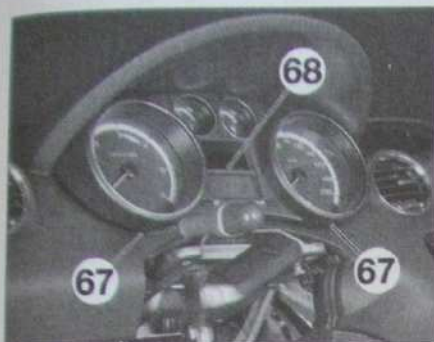

Fig. 38
- Engager un tournevis plat de chaque côté du combiné, en (67) (Fig.38).
- Appuyer sur les languettes de fixation (67).
- Débrancher le combiné (68).
- Débrancher le connecteur puis déposer le combiné (68).